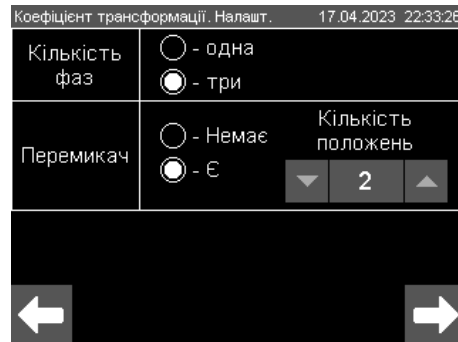

Рисунок 6.53
8) У випадку, якщо в схемі трансформатора присутній **Перемикач**, слід при виконанні п. 4 цього розділу поставити відповідну позначку (рисунок 6.53) і вказати кількість положень Перемикача, а значить, кількість режимів роботи трансформатора.